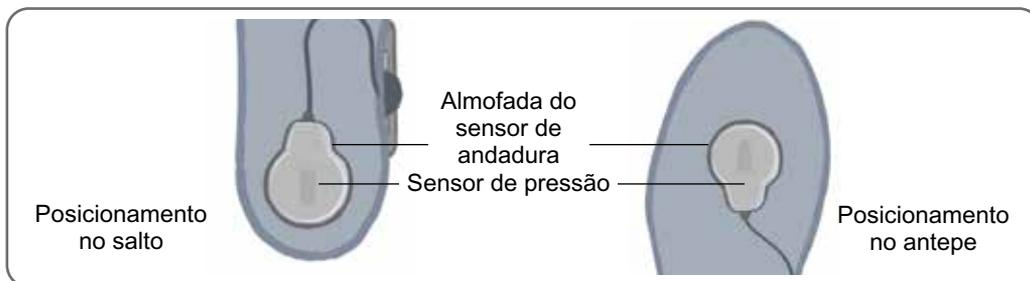

Figura 6-18: Posicionamento do sensor de pé no sapato
3. Para a colocação da posição do calcanhar, aponte o fio do sensor de pé em direção à ponta do sapato. Para a colocação da posição do antepé, aponte o fio do sensor de pé em direção ao salto do sapato. Prenda o sensor de pressão à almofada do sensor de pé. Veja a Figura 6-18. Consulte a imagem do pé no sensor de pressão para efetuar o posicionamento.